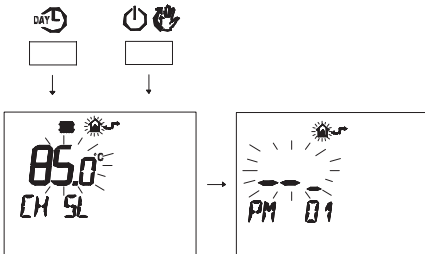

Fig. 5.78
- Premere contemporaneamente i pulsanti DAY L e \mathbb{P} per entrare nella programmazione trasparente (Fig. 5.78).